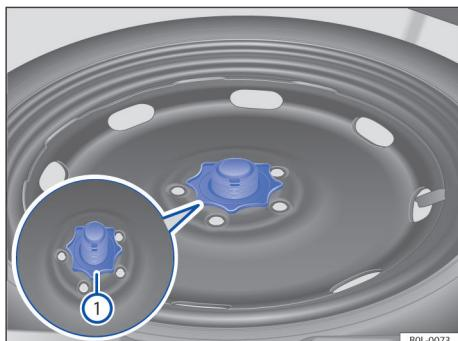

图 140 行李箱内：用于固定备用/应急车轮的手轮
- 将备用车轮/应急车轮的中央手轮 → 图 140 沿逆时针方向完全拧出。
- 将中央手轮装到螺柱上，顺时针拧紧中央手轮 → 图 140，直至将手轮固定。